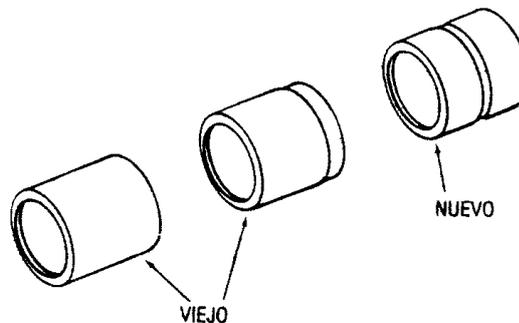

FIGURA 2.18 INSTALACIÓN DE LA ARANDELA DE VACÍO
2. Si se desmontó, instalar la arandela del resorte de marcha en vacío del gobernador sobre el tornillo de ajuste de marcha en vacío del émbolo de resorte del gobernador (figura 2.18).